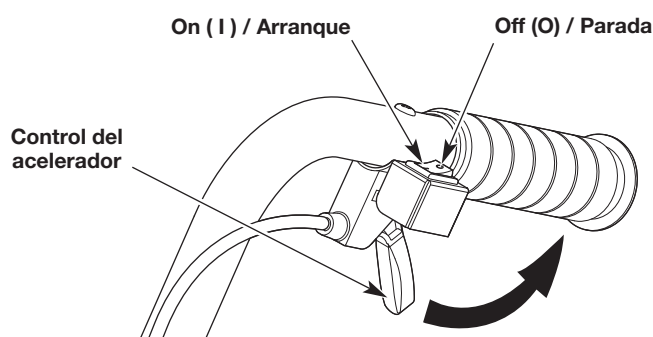
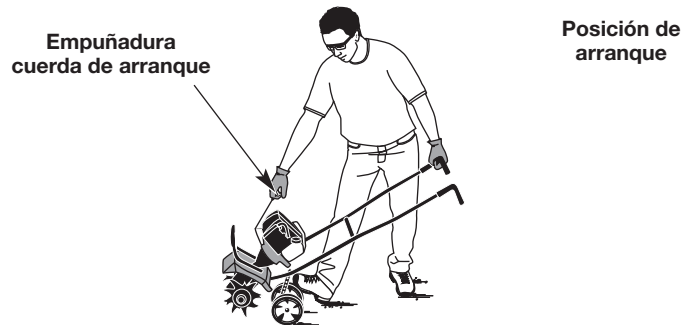

Fig. 7
Fig. 9
ADVERTENCIA: Se debe evitar arrancar accidentalmente la unidad. A fin de evitar que se produzcan lesiones graves, el operador y la unidad deben estar en una posición estable cuando se jala la cuerda de arranque (Fig. 9).
NOTA: No es necesario encender la unidad. El interruptor de encendido/apagado está en la posición ON (I) (encendido) en todo momento (Fig. 7).
4. Párese en la posición de arranque (Fig. 9). Sujete la barra de control con una mano. Sujete la cuerda de arranque con la otra mano. Utilice un pie para mantener las ruedas en su lugar.
NOTA: Siempre debe inclinar la unidad hacia atrás ligeramente para separar los dientes del suelo cuando ponga en marcha la unidad (Fig. 9).
5. **NO** apriete el control del acelerador (Fig. 7). Tire de la cuerda de arranque con un movimiento controlado y firme hasta que arranque la unidad (Fig. 9).
7. Apriete y mantenga oprimido el control del acelerador (Fig. 7). Continúe calentando el motor entre 30 y 60 segundos más. Se puede usar la unidad durante este período.
2. Oprima y mantenga apretado el interruptor de encendido/apagado en la posición OFF (O) (apagado) hasta que el motor se pare por completo (Fig. 7).